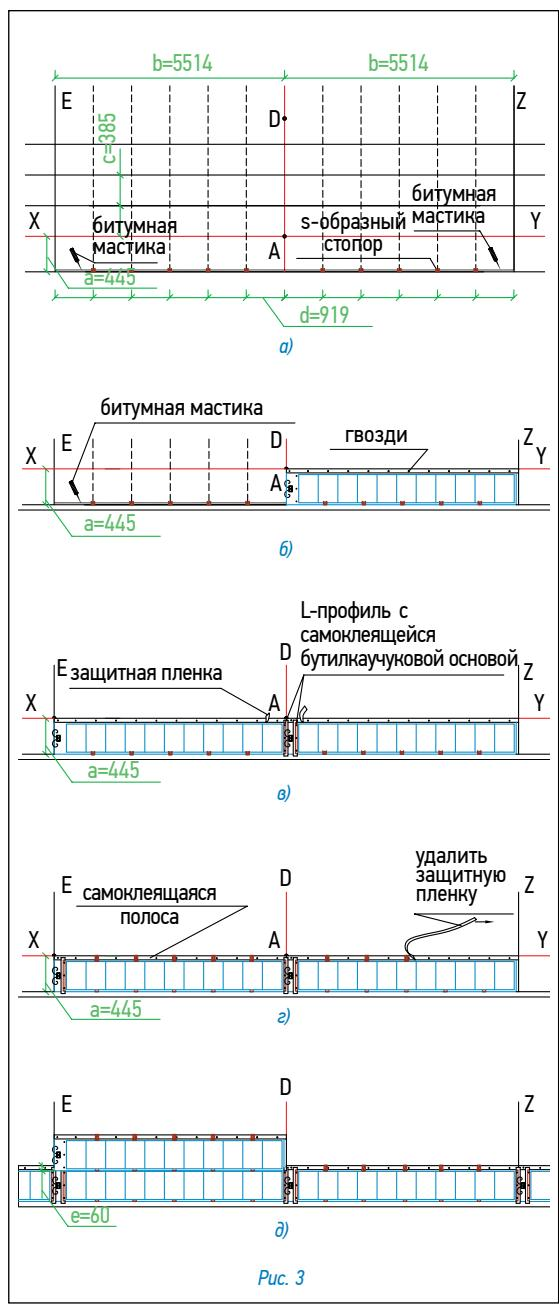

Рис. 3
Енды (рис. 3)
2. «Старт Коппо» укладывается с нахлестом 20 см, место нахлеста тщательно обрабатывается битумной мастикой (рис. 3)
- далее непосредственно на материал «Старт Коппо» укладываются листы черепицы, обрезанные в соответствии с заранее отбитыми линиями (рис. 3)
Укладка ТЕГОСОЛАР (рис. 3)
- Вдоль линии карниза установите кляммеры-стопоры с шагом 91,9 см согласно разметке (рис. 3а);
- далее в кляммеры-стопоры аккуратно вставьте панели и зафиксируйте их по нижнему краю битумной мастикой, по верхнему – гвоздями с шагом 25 см через специально отведенные отверстия (рис. 3б);
- далее для обеспечения герметичности соединения панелей установите L-профиль, имеющий самоклеящуюся бутилкаучуковую основу (рис. 3в); L-профиль закрепите гвоздями через предусмотренные в нем отверстия;
- перед укладкой второго ряда черепицы снимите защитную пленку с верхней части уложенной черепицы первого ряда (рис. 3г);
- по верхнему краю уже уложенного первого ряда панелей установите кляммеры-стопоры с шагом 91,9 см согласно разметке (рис. 3г) и закрепите гвоздями через специально предусмотренные в них отверстия;
- следующую панель аккуратно вставьте в кляммеры-стопоры таким образом, чтобы нахлест на ранее установленные панели первого ряда составлял 6 см и она частично перекрывала уже установленные L- profили (рис. 3д);
- закрепите панели при помощи гвоздей с шагом 25 см через специально отведенные отверстия (рис. 3д);
Гвозди, которыми была закреплена основная черепица, должны быть закрыты, поэтому укладка панелей в этом случае начинается ниже линии крепления черепицы. Уровень этой линии для некоторых моделей черепицы TEGOLA приведен на рис. 4. Далее разметку и укладку панелей следует выполнять согласно рис. 2 и рис. 3.
Ендова (рис. 3)
- ровно по центру ендovy расстилается специальный рулонный материал «Аква-ролл», фиксируется в верхней части двумя гвоздями и обрезается в нижней части по линии карниза (рис. 3а);